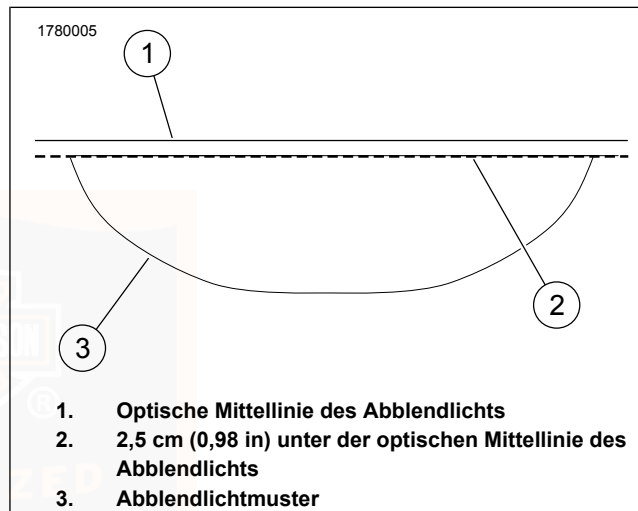
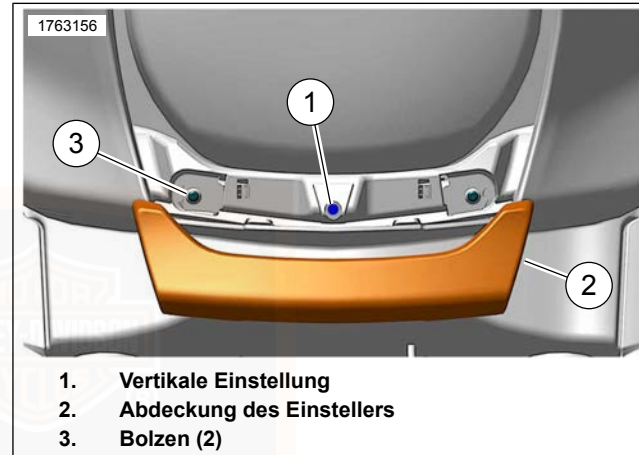

Abbildung 123. Ausrichtung des Scheinwerferabblendlichts
Abbildung 124. Scheinwerfereinstellung
1. Siehe Abbildung 124. Die Abdeckung (2) des Einstellers greifen und nach vorne ziehen, um sie von den Bolzen (3) zu lösen.
2. Einen Schlitzschraubendreher in die vertikale Einstellschraube (1) einführen.
3. Siehe Abbildung 123. Den vertikalen Einsteller drehen, um den Lichtstrahl (4) nach oben oder unten zu verstellen, bis der obere Teil des Lichtstrahls auf die horizontale Linie (3) trifft.